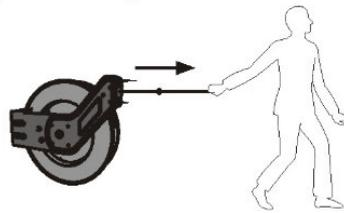

Abb. 8: Bedienung
Schritt 1: Ziehen Sie den Schlauch von der Trommel gleichmäßig nach vorne, bis ein Klickgeräusch zu hören ist (Abb. 8).